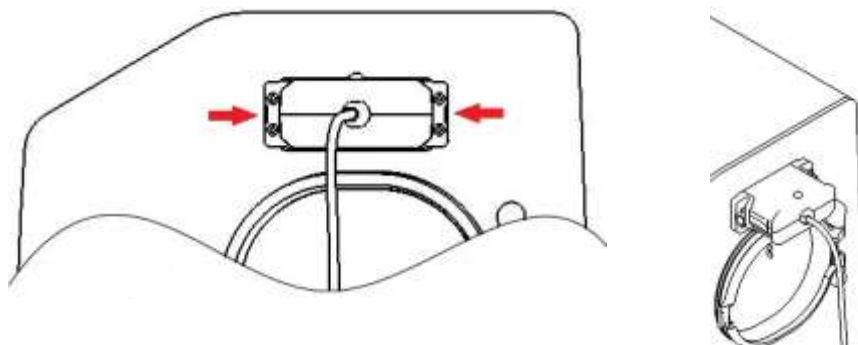

Figura 143 – Módulo dos sensores (calibrando O₂)
- Puxe as duas travas laterais e destrave o módulo dos sensores, ver figura 143,
- Puxe o módulo dos sensores do alojamento até ouvir um sinal sonoro, conforme figura 143.